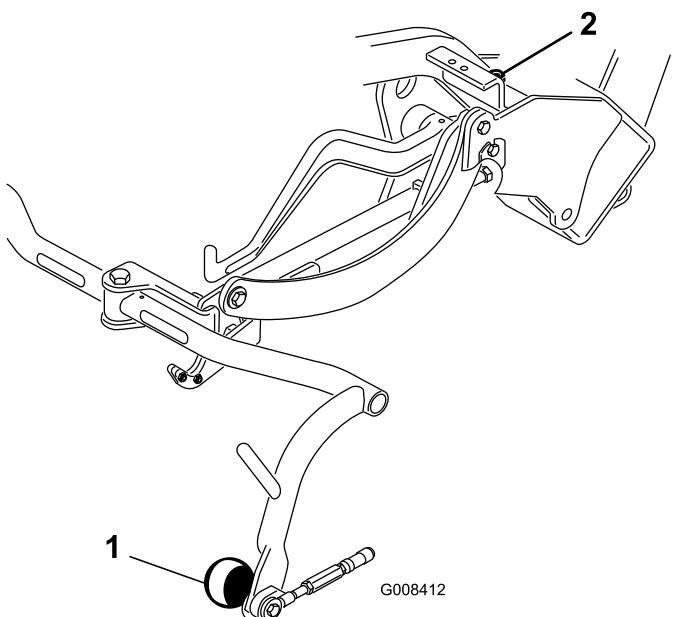

図9
- すき間の調整が必要な場合には、キャリアフレームのストップねじ図9についているジャムナットをゆるめ、ストップねじの高さを変えてキャリアフレームの高さを調整する。ジャムナットを締めて調整を固定する。